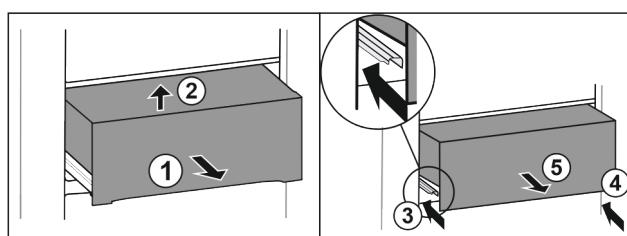

Fig. 40*
- Vytiahnite zásuvku do polovice Fig. 40 (1).*
- Nadvihnite ju dopredu Fig. 40 (2).*
- Zasuňte ľavú kolajničku Fig. 40 (3).*
- Zasuňte pravú kolajničku Fig. 40 (4).*
- Odoberte zásuvku dopredu Fig. 40 (5).*